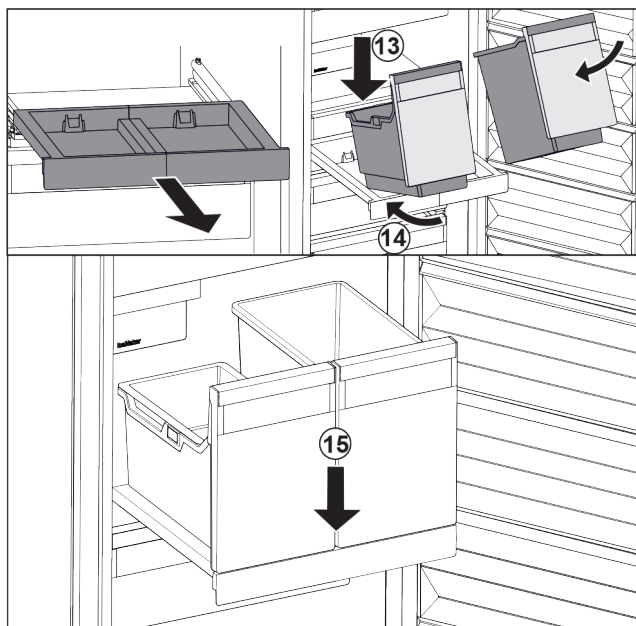

Fig. 29
- ▶ Nasad'te nádobu šikmo na vyťahovacia polička. Fig. 29 (13)
- ▶ Zasuňte nádobu šikmo dozadu. Fig. 29 (14)
- ▶ Zložte nádobu vpredu. Fig. 29 (15)